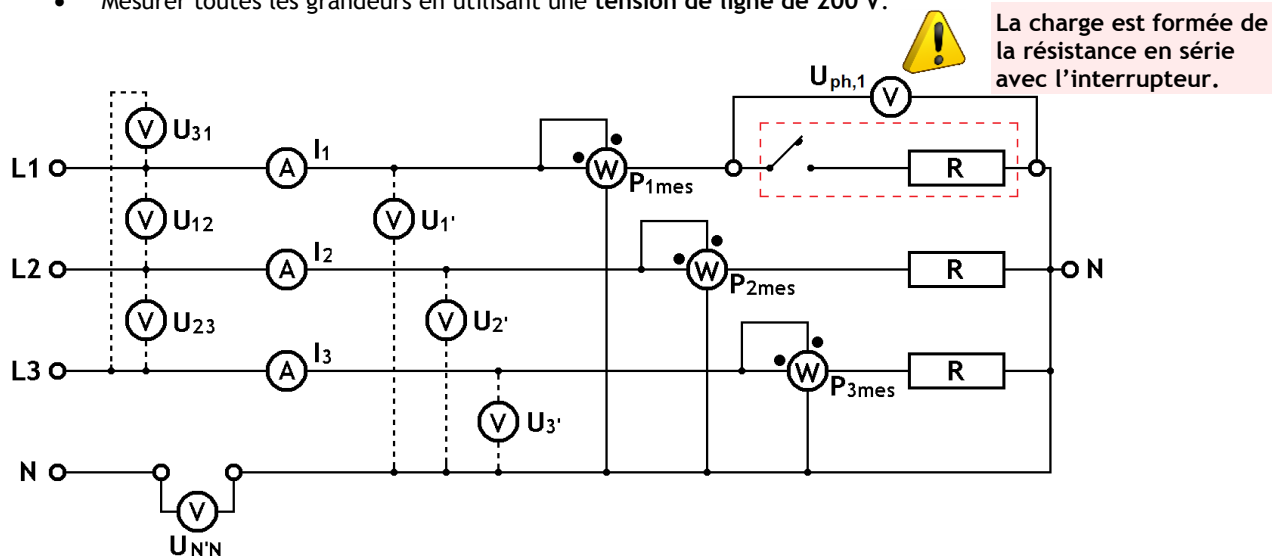

Figure 3.4 - Schéma de montage avec charge déséquilibrée en étoile, avec neutre ouvert
- Opérer les modifications de câblage afin d'obtenir le schéma de la figure 3.4.
Considérons le cas du 3^e montage (figure 3.4), représenté sous forme simplifiée à la figure 3.6a ci-dessous :